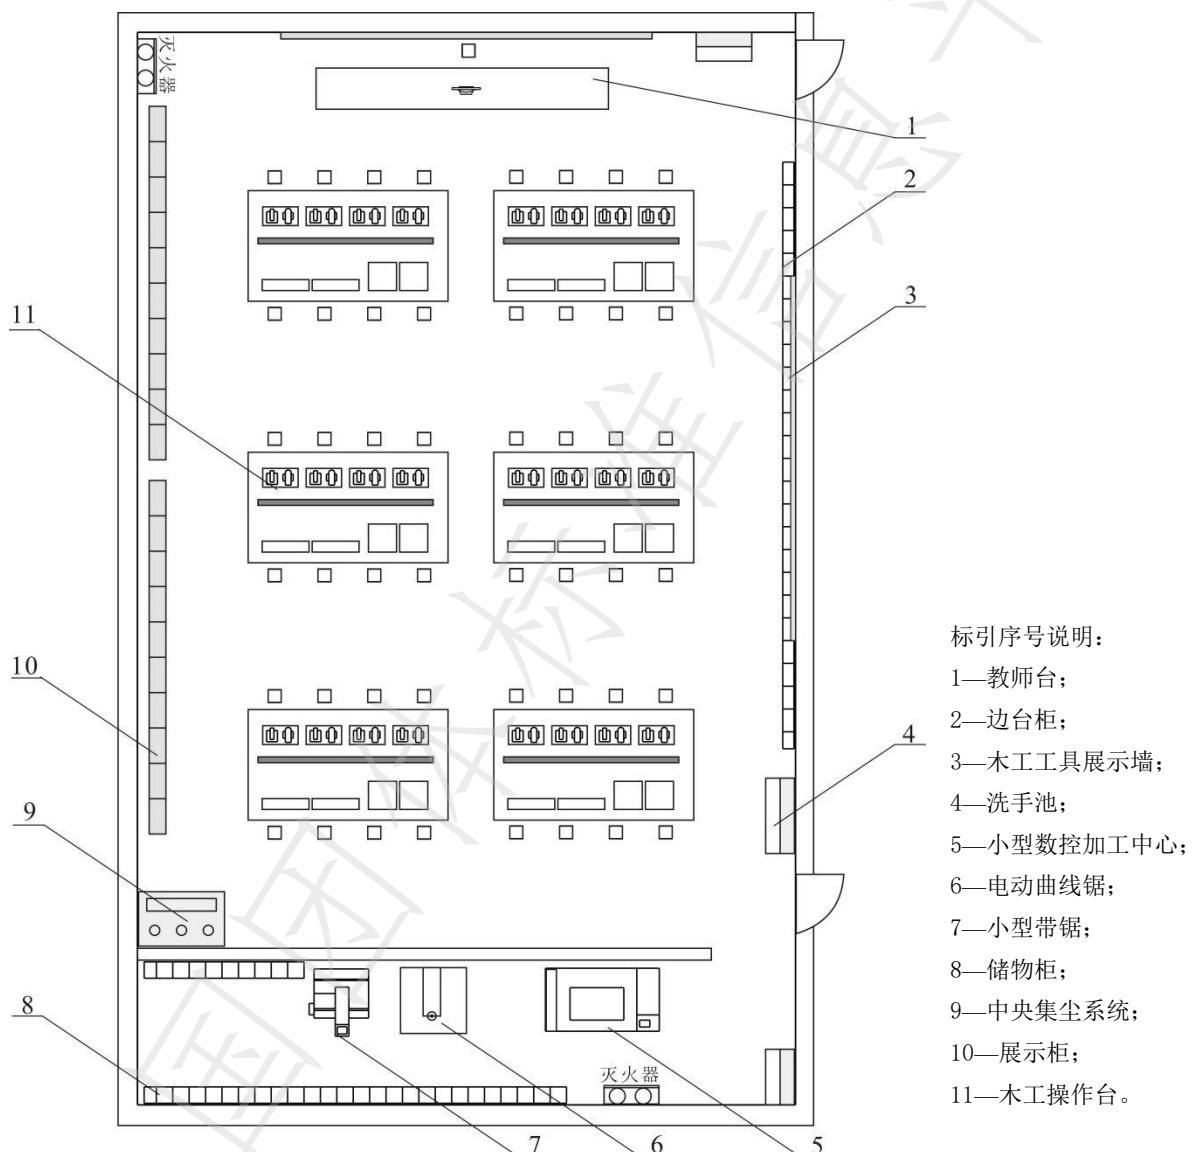
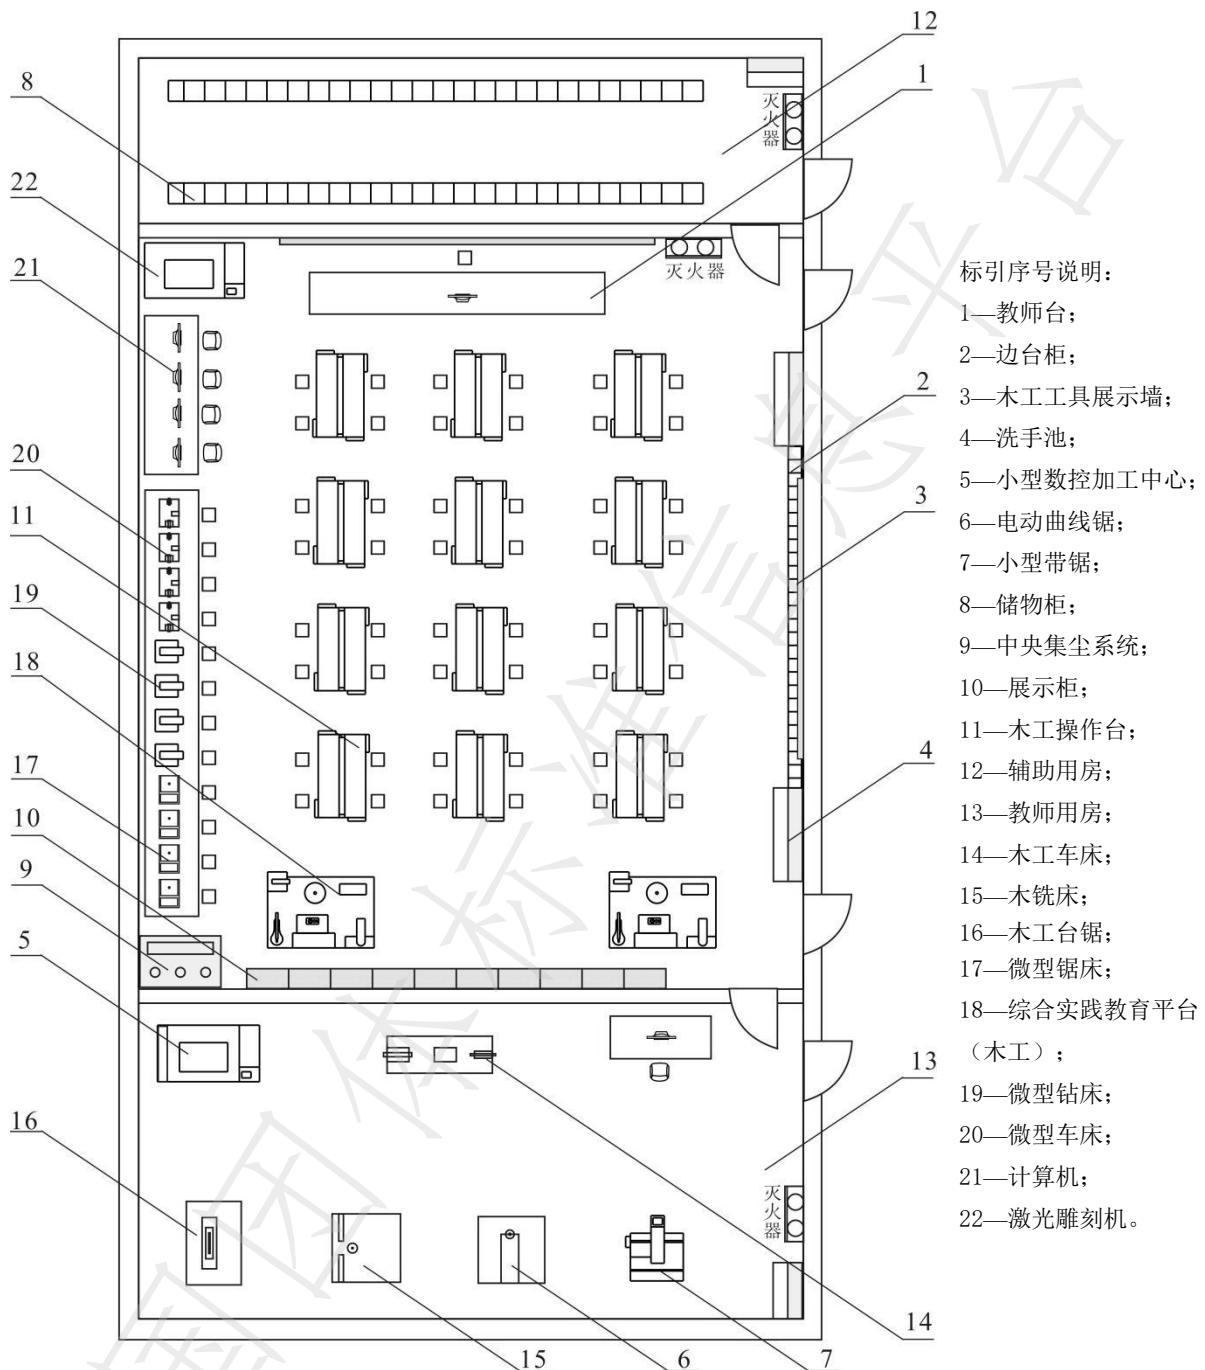

图 A.1 木工教室布置示意图 (一)
图 A.2 木工教室布置示意图（二）
A.1 木工教室的布置示意见图 A.1 和图 A.2。各图均为示意图，实际配备时可以根据场地面积、班级人数及设备器材进行调整。